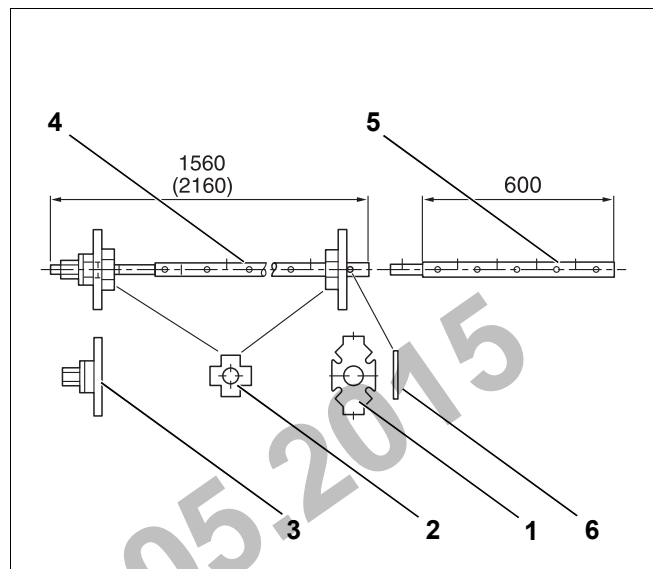
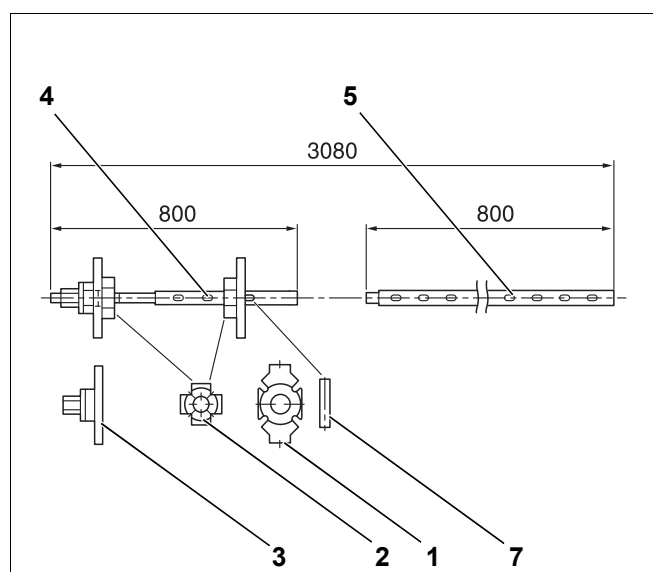
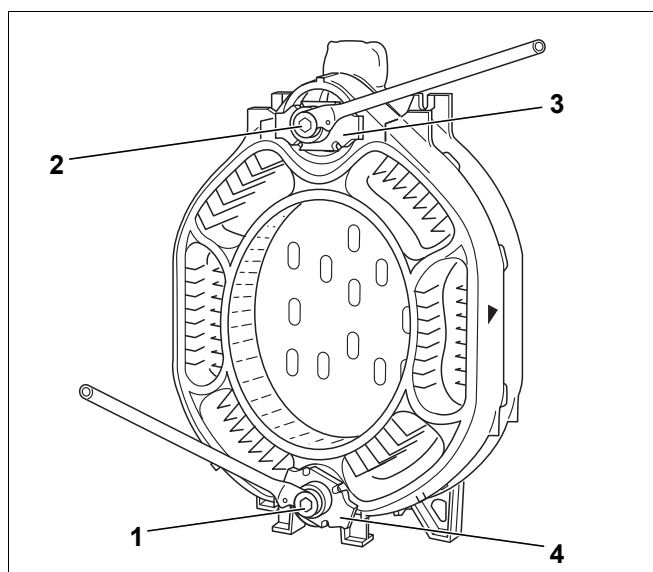

Рис. 1 Стяжной инструмент, размер 2.2
Рис. 2 Стяжной инструмент, размер 2.3
Рис. 14 Применение стяжного инструмента
- Стяжной инструмент 2.2 (рис. 1) или 2.3 (рис. 2)
Экспликация для (рис. 1) и (рис. 2):
Далее нужно стянуть собранную часть котла стяжным инструментом (рис. 14).
Можно применять стяжные инструменты только размера 2.2 или 2.3 (рис. 1 или рис. 2 и рис. 14, [1] и [2]).
- ▶ Наденьте стяжные гайки (рис. 14, [3] и [4]) на штанги (рис. 1 или рис. 2, [4]).